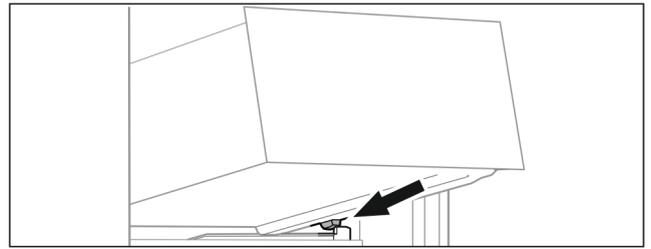

Fig. 79
- ▶ Coloque el cajón inclinado detrás de los topes sobre la nervadura para recipientes. (consulte Fig. 79)